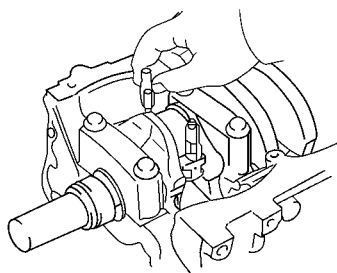

图 1-103 用短软管套住连杆螺栓
4) 用短的软管套住连杆螺栓，以防止损坏曲轴，如图 1-103 所示。